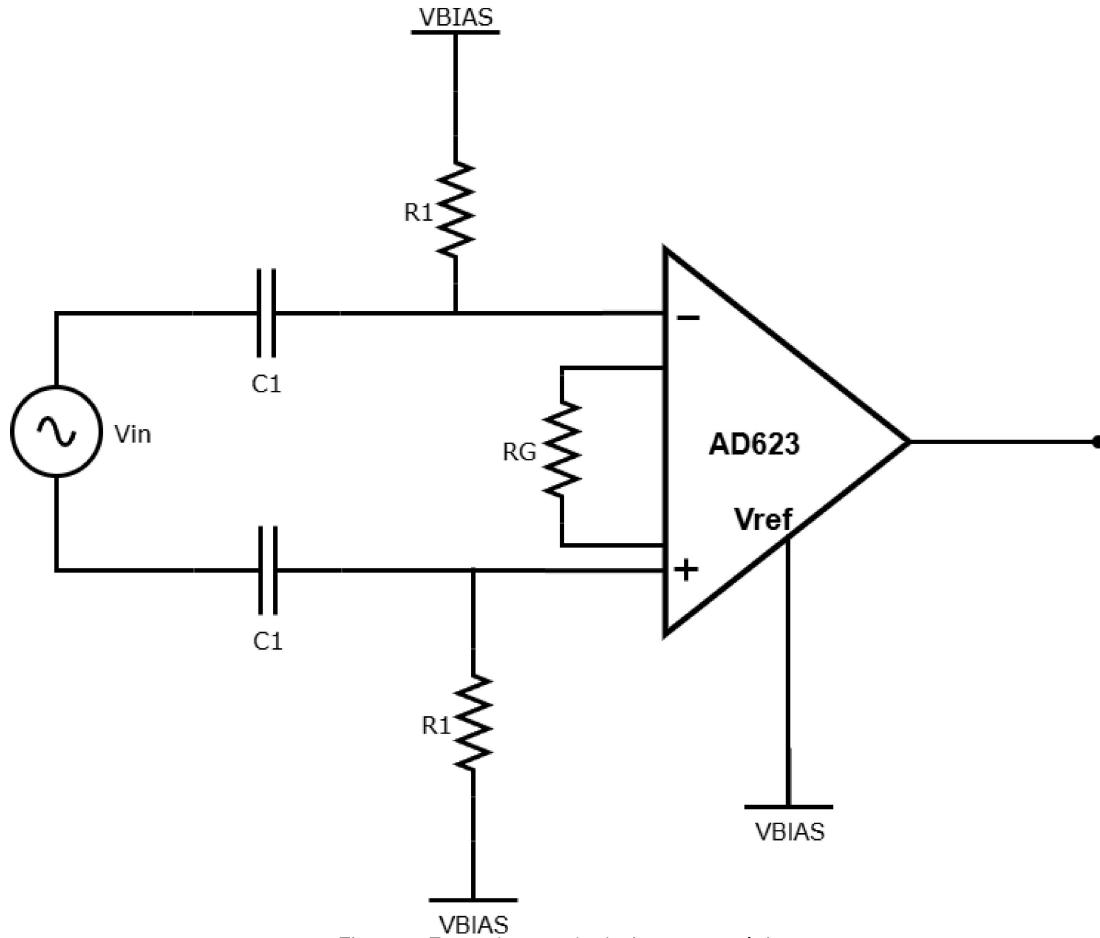

Figura 3. Etapa de entrada del bloque analógico
En esta parte se diseñará el filtro pasa-altos de la entrada, utilizando el amplificador de instrumentación con ganancia variable AD623 como en el circuito de la figura 3. Considere $VDD = 3.3V$, y $V_{BIAS} = 1.65 V$.
1. Simule el circuito de la figura 3 usando LTspice. Para el AD623, use el modelo disponible en el EVA del curso.
1. Arme el circuito de la figura 3 en una protoboard. Para fijar el valor de V_{BIAS} , use uno de los amplificadores del TLV274 en configuración seguidor, con un divisor resistivo.